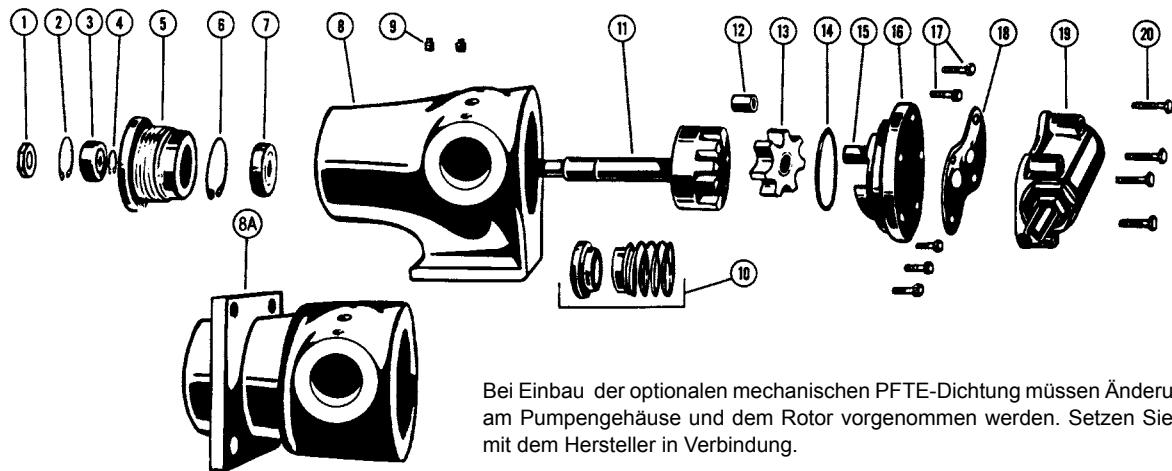

ABBILDUNG 7 - EXPLOSIONSDARSTELLUNG DER MODELLE G, GG, H, HJ UND HL 4195 UND 495
1. Hinweise zu der Demontage des Modells und der Teilbezeichnung entnehmen Sie bitte den **Abbildung 7 & 8** auf Seite 5. Die Demontage und Montage der Modelle 4195 & 495 ist identisch. Der Unterschied zwischen diesen Modellen ist das Gehäuse.